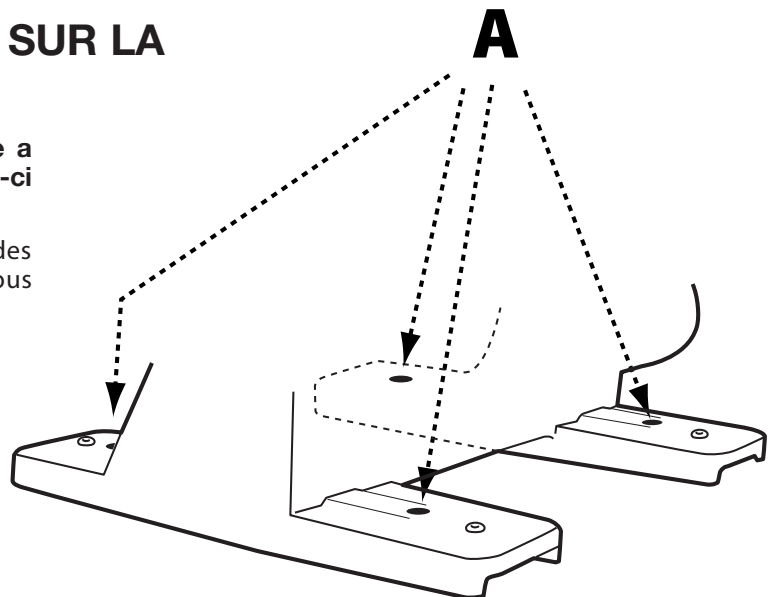

FIGURE 3
Pour fixer la ponceuse sur la surface d'appui, placez des vis ou des boulons et des écrous dans les quatre trous (A) comme indiqué à la Figure 3.